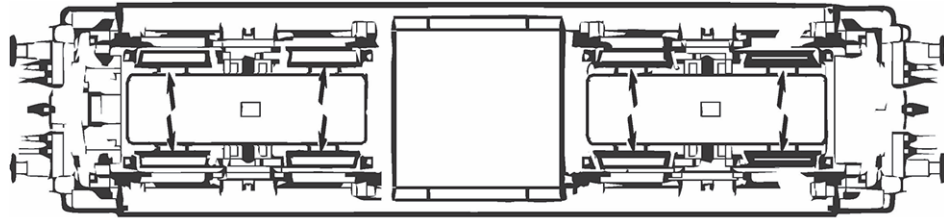

Fig. 6
1. Reinigung der Radstromkontakte: Radstromkontakte können auf unsauberen Schienen leicht verschmutzen. Entfernen Sie **vorsichtig** mit einem kleinen Pinsel **den Schmutz** an den in Fig. 6 gekennzeichneten Stellen.
1. Nettoyage des lames de courant aux roues: Les lames de contacts risquent de s'encrasser rapidement sur des voies poussiéreuses. Veuillez **enlever la poussière** aux endroits marqués à la fig. 6 à l'aide d'un petit pinceau souple.